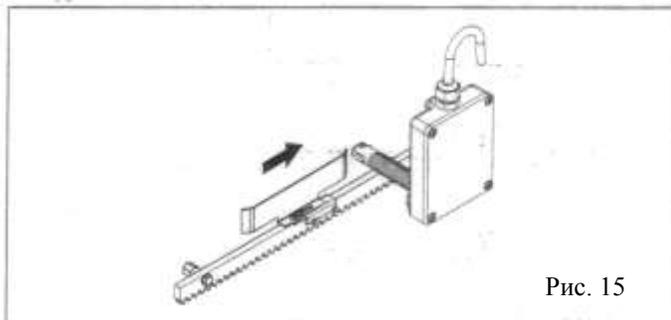

Рис. 15
- Закрепите упор на ребре сваркой рис. 15 таким образом, чтобы ролик с рычагом был нажат как показано на рис. 16. При этом светодиод концевой выключатель “Открыто” на блоке управления должен погаснуть;